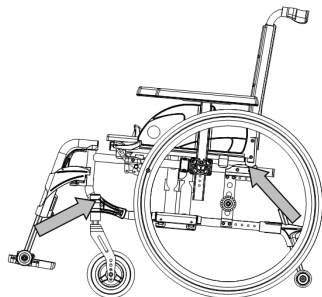
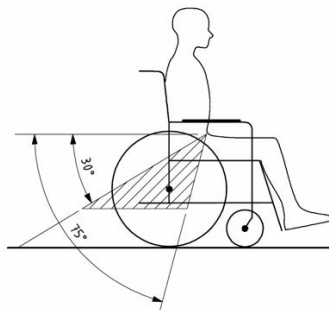

Abb. 1
Abb. 2
6. Montieren Sie die vorderen Gurte des Rollstuhl-Gurtsystems gemäß den Angaben des jeweiligen Herstellers an den angegebenen Positionen am Rollstuhl (Abb. 1). Diese Stellen sind am Rollstuhl mit einem Symbol markiert (Abb. 2).
9. Montieren Sie die hinteren Gurte des Rollstuhl-Gurtsystems gemäß den Angaben des jeweiligen Herstellers an den angegebenen Positionen am Rollstuhl (um den Radbefestigungsblock und oberhalb der Achsbuchse) (Abb. 1). Diese Stellen sind am Rollstuhl mit einem Symbol markiert (Abb 2).